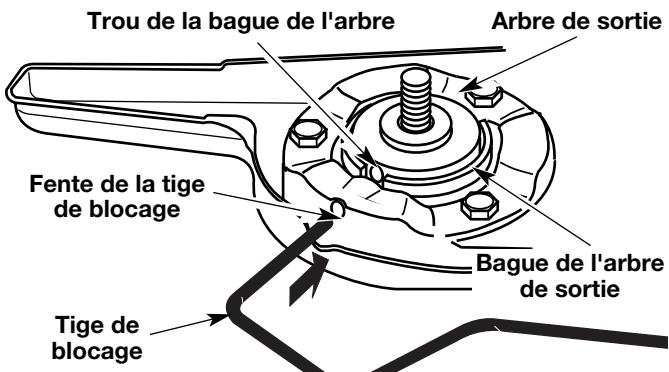
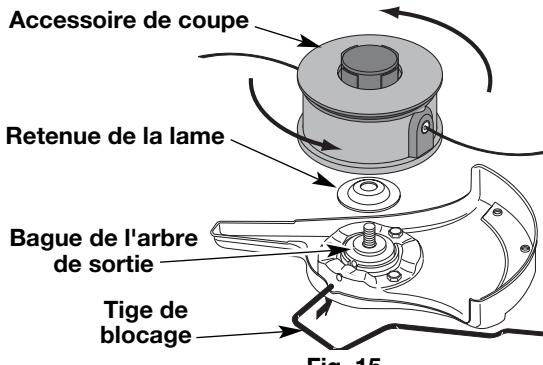

Fig. 8
Fig. 15
1. Alignez le trou de la bague de l'arbre avec la fente de la tige de blocage, puis insérez la tige dans le trou de la bague (Fig. 8).
6. Alignez le trou de la bague de l'arbre avec la fente de la tige de blocage, puis insérez la tige dans le trou (Fig. 8).
5. Alignez le trou de la bague de l'arbre avec la fente de la tige de blocage, puis insérez la tige dans le trou. (Fig. 8). Placez la retenue de lame sur l'arbre de sortie, la partie plate reposant contre la bague de l'arbre tel qu'indiqué sur la Fig. 15. Vissez l'accessoire de coupe à gauche sur l'arbre. Vissez bien.
**REMARQUE :** Vérifiez si l'interrupteur On/Off est bien en position ON (I) (Fig. 15).